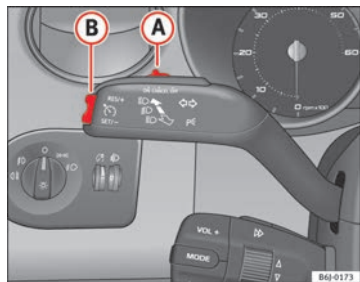

Fig. 121 Levier des clignotants et des feux de route : commande et touche basculante pour régulateur de vitesse
- Lorsque la vitesse à mémoriser est atteinte, appuyez une fois brièvement sur la partie inférieure de la commande à bascule **SET** ⇒ fig. 121 **B**.